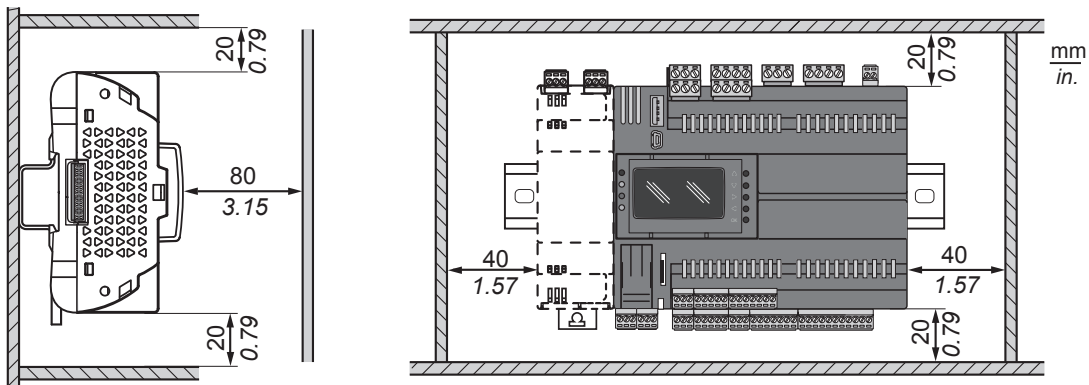

Fig. 6. Distances
Le contrôleur pour centrale compresseur CO2 EWCM 9000 PRO (HF) a été conçu comme produit appartenant à la classe IP20, ce qui implique qu'il doit être installé dans un boîtier. Respecter les distances durant l'installation de l'appareil (voir **Fig. 6 page 22**).